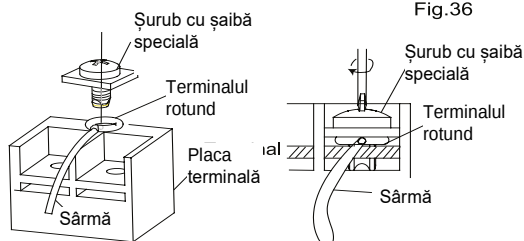

Fig.37
(2). Pentru cablarea firelor (Fig.37)
- 4). Poziționați firul terminal rotund și înlocuiți și strângeți șurubul terminal cu o șurubelniță. (Fig.37)